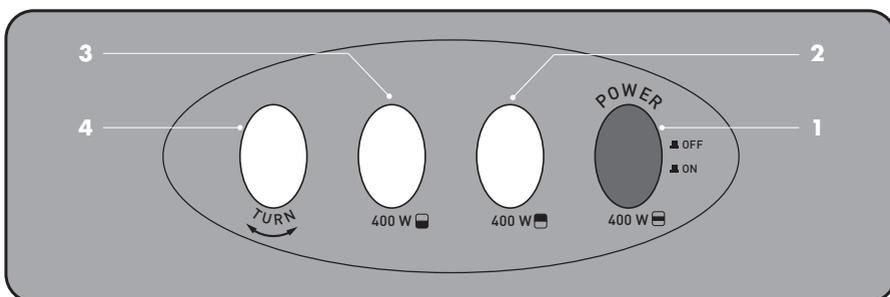

Abb. 2: Bedienfeld
1. Vergewissern Sie sich, dass der Ein-/Ausschalter (siehe Abb. 2, Nr. 1) auf „OFF“ steht. Schließen Sie dann den Heizlüfter an eine geerdete, durch einen FI-Schutzschalter abgesicherte Steckdose an.
2. Schalten Sie nun das Gerät ein, indem Sie den Ein-/Ausschalter (siehe Abb. 2, Nr. 1) drücken.
3. Erhöhen Sie die Heizleistung indem Sie den Heizstufenschalter 1 (siehe Abb. 2, Nr. 2) oder Heizstufenschalter 2 (siehe Abb. 2, Nr. 3) betätigen.
4. Zum Einschalten der Oszillationfunktion betätigen Sie den Oszillationschalter (siehe Abb. 2, Nr. 4).
1. Schalten Sie die Oszillation aus, indem Sie den Oszillationschalter (siehe Abb. 2, Nr. 4) auf Position betätigen.
2. Betätigen Sie den Ein-/Ausschalter (siehe Abb. 2, Nr. 1).